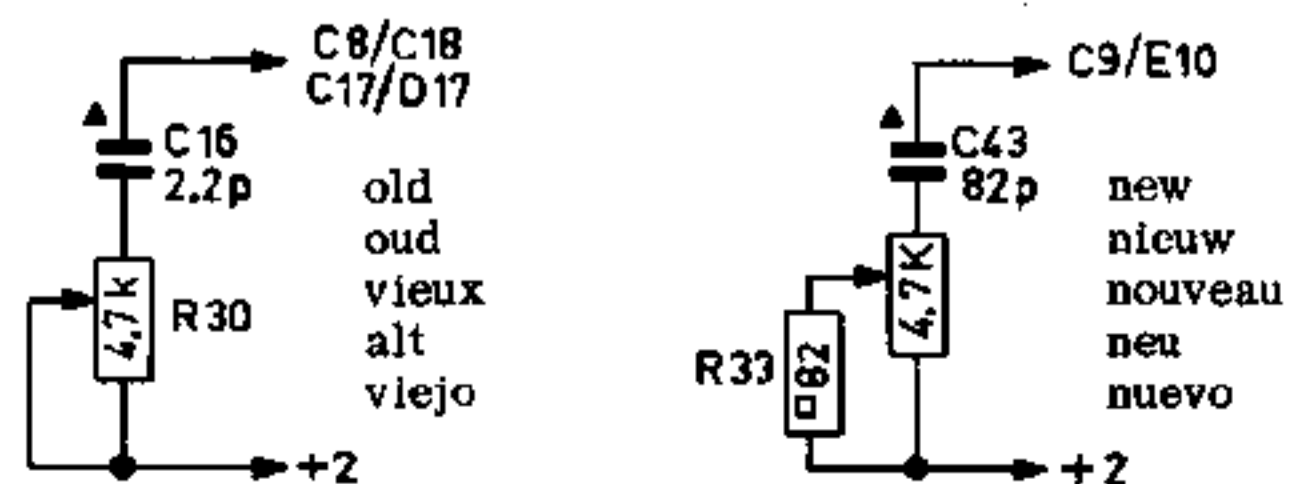

Fig. 2
- b. The circuit for fine tuning has been modified completely, see Fig. 2.
- b. De schakeling van de fijnafstemming is geheel gewijzigd, zie Fig. 2.
- b. Le circuit de réglage fin est totalement modifié, voir fig. 2.
- b. Die Schaltung für die Feinabstimmung ist vollständig geändert; siehe Abb. 2.
- b. El circuito de la sintonización fina ha sido totalmente modificado; véase la Fig. 2.